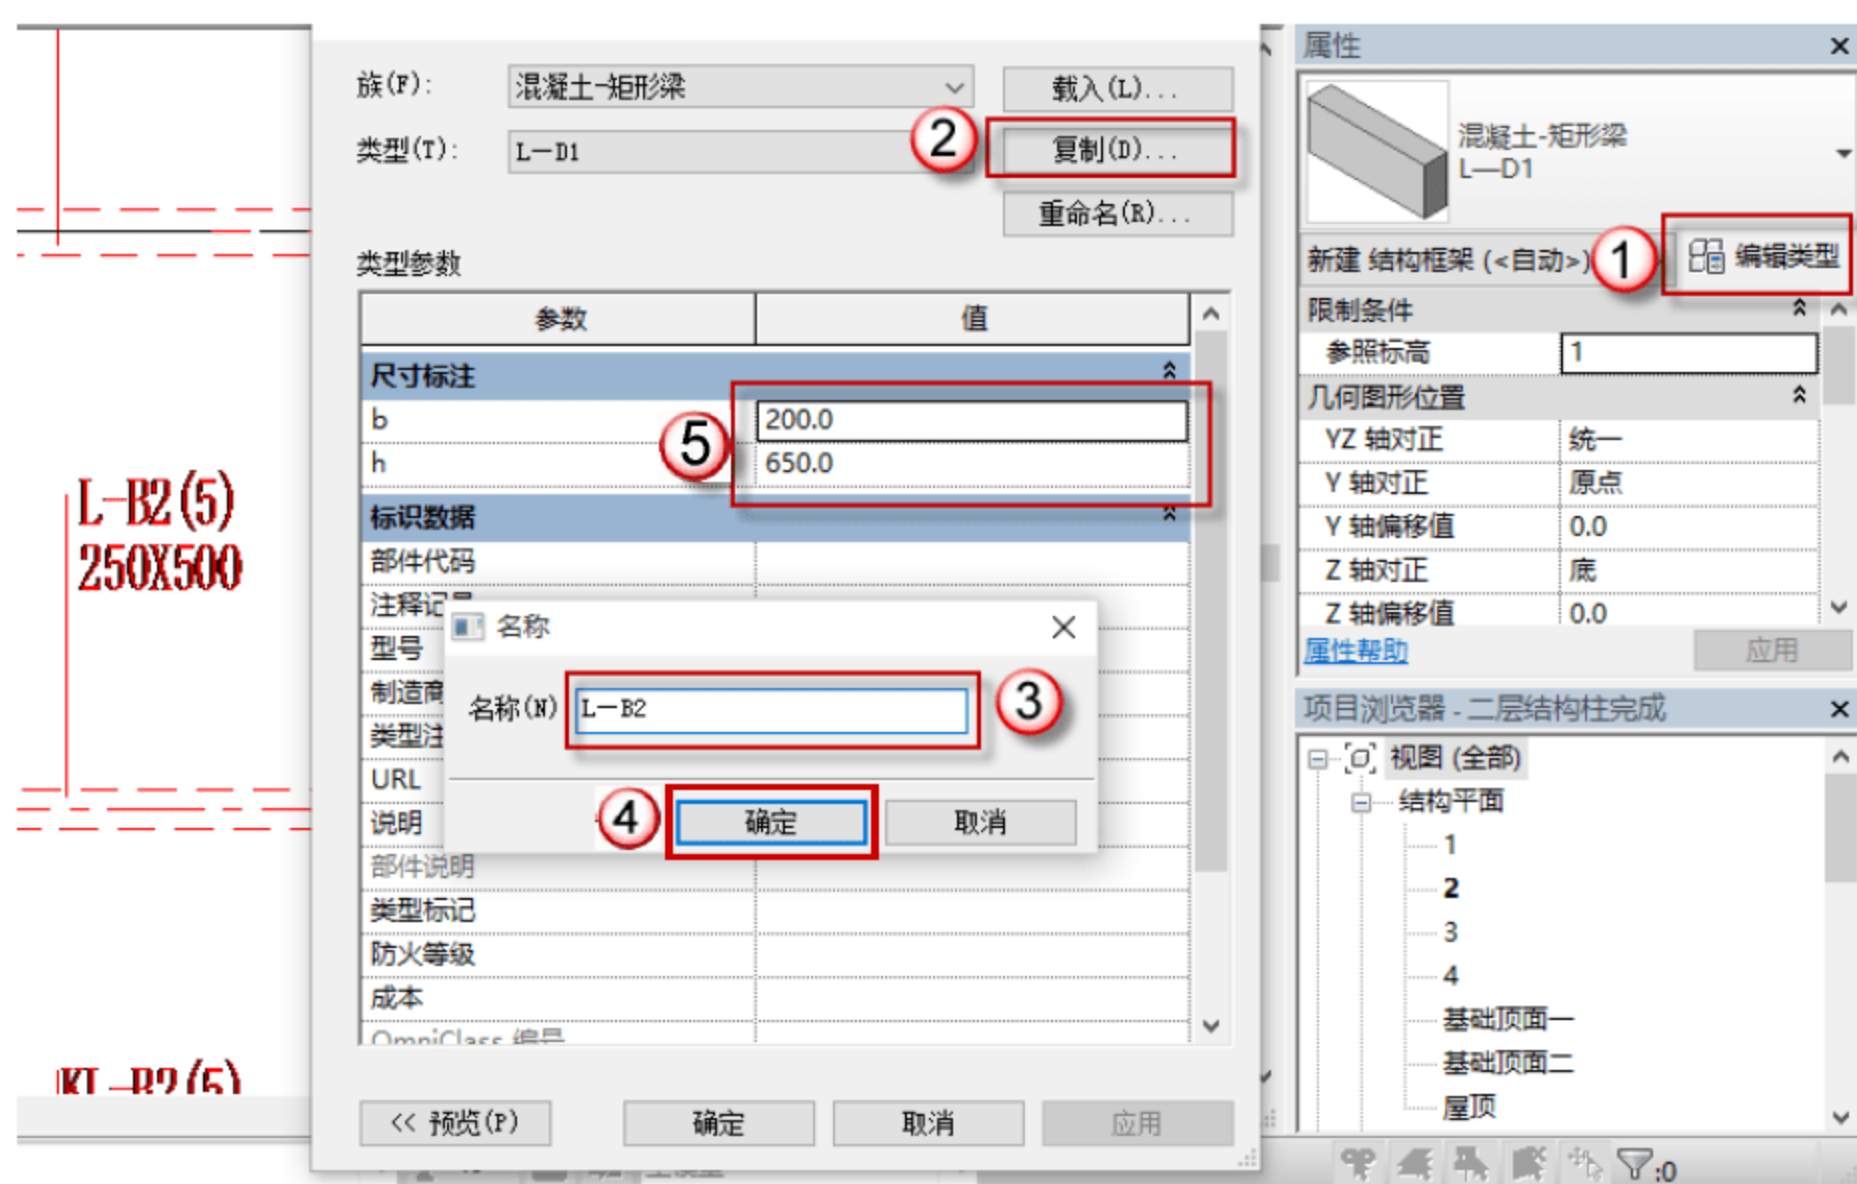

图 4.2.67 设置 L-B2 参数
(17) 设置矩形梁 L-B2 参数, 按快捷键 B+M, 出现绘制的界面, 单击“编辑类型”按钮, 在弹出的对话框中单击“复制”按钮, 再在弹出的对话框中命名新的族 L-B2, 单击“确定”按钮。在“尺寸标注”栏设置参数, 如图 4.2.67 所示。